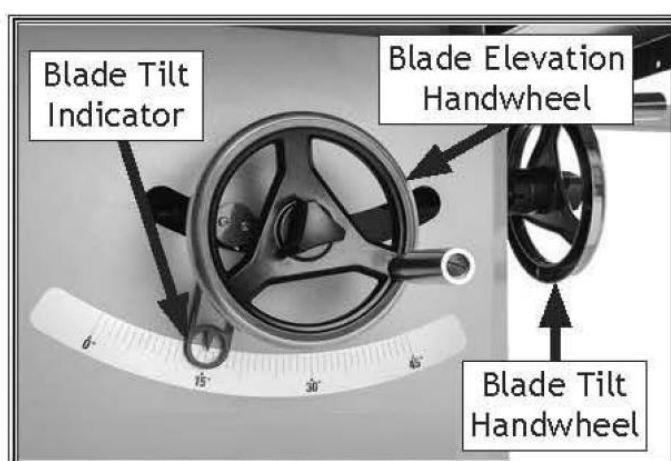

Рисунок 17. Индикатор наклона диска и шкала угла наклона
6. Поверните маховик наклона диска, пока индикатор наклона диска не покажет 15° на шкале угла наклона диска (см. рисунок 17).